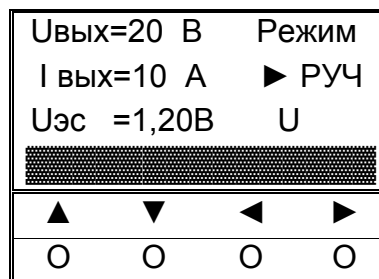

Рисунок 11
3. С помощью кнопок управления «◀», «▶» установить ползунок в крайнее правое положение, проконтролировать значения параметров: $U=20\text{В}$, $I=10\text{А}$ (рисунок 11).